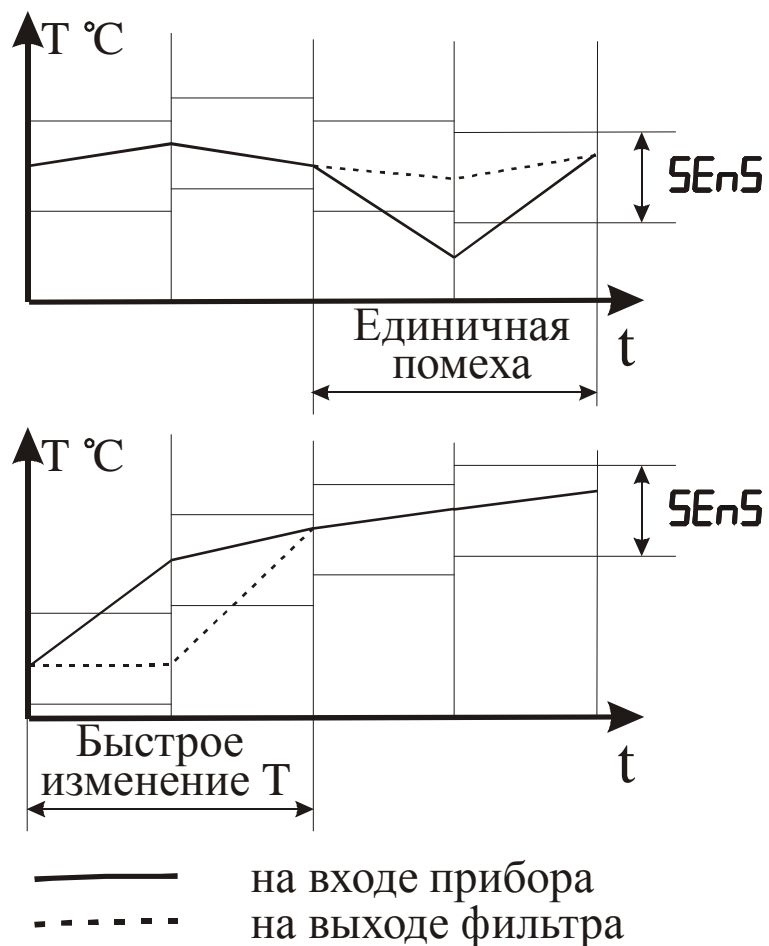

Рисунок 3.9 – Работа фильтра при воздействии случайной помехи и быстром изменении сигнала
3.3.3.7 С целью уменьшения влияния случайных импульсных помех на показания в прибор введена цифровая фильтрация. Работа фильтра описывается параметром "Полоса фильтра". Если текущее значение температуры отличается от результатов предыдущего измерения на значение, которое превышает указанное в параметре "Полоса фильтра", то проводится повторное измерение температуры, а на индикаторе остается старое значение (см. рисунок 3.9). О повторном измерении свидетельствует мигание светодиодных индикаторов "К1" и "К2".